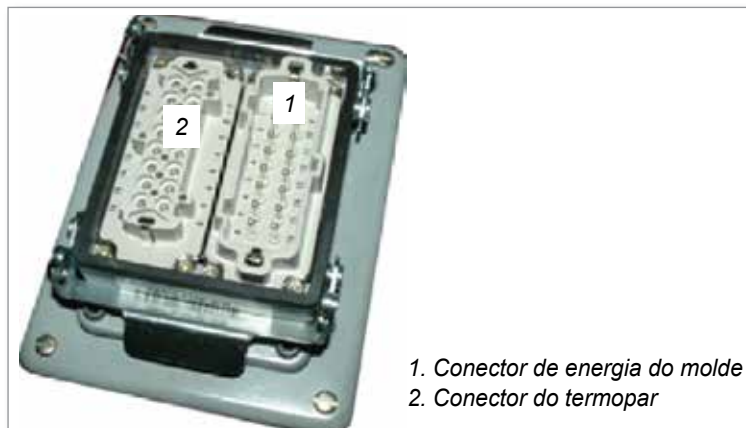

Figura 7-1 Plugue do molde
1. Meça a resistência entre cada par dos cabos de termopar no conector do termopar do molde. Veja a Figura 7-1.